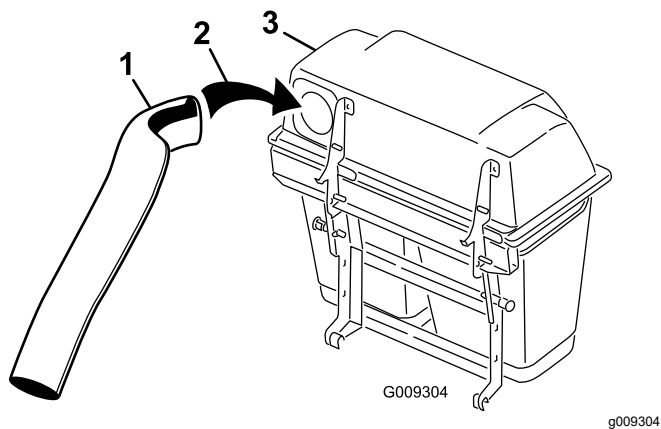
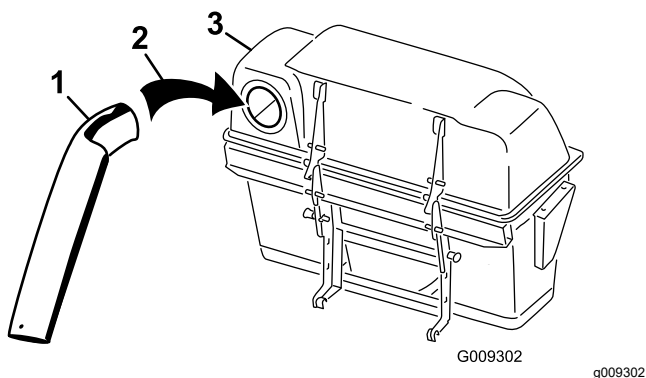

Figura 21
Figura 22
5. Instale el tubo superior en la abertura del ensacador y vuelva a retirarlo de manera que sobresalga el sello de goma (Figura 21 o Figura 22).